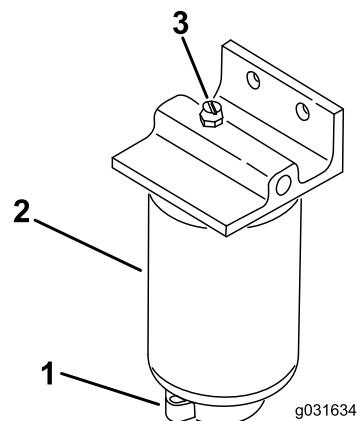

図 52
2. フィルタ容器 図 52 下部のドレンプラグをゆるめて水や異物を流し出す。
1. フィルタの取り付け部周辺をウェスできれいにぬぐう 図 52。